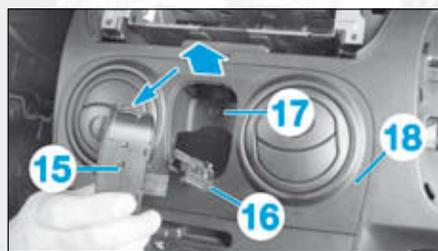
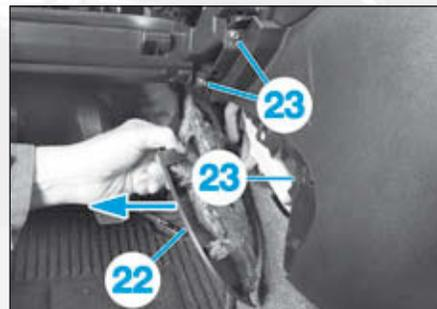

FIG.19
FIG.24
- Dégrafer la platine de façade centrale (15) (Fig.19).
- Débrancher le connecteur (16).
- la platine de façade centrale (15),
- la vis (17),
- la garniture de façade centrale (18),
- les garnitures centrales (22) inférieures gauche et droite de la planche de bord (Fig.24).
- les vis (23) de chaque côté,